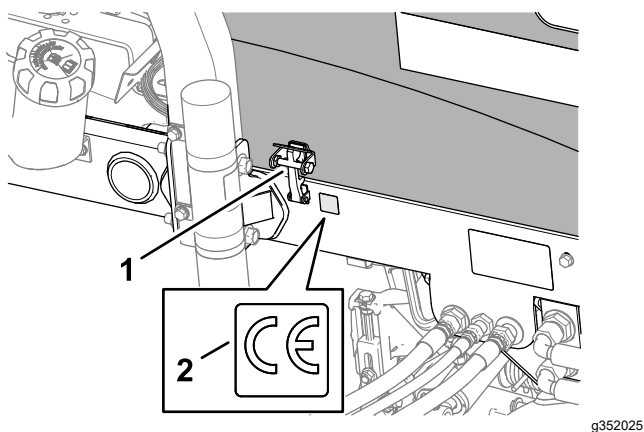

图 22
- 用酒精擦拭靠近机罩门锁的左机架并让机架干燥图 22。
- 撕去 CE 标贴零件号 133-8095 的背衬并将其贴到机架上如图 22 所示。